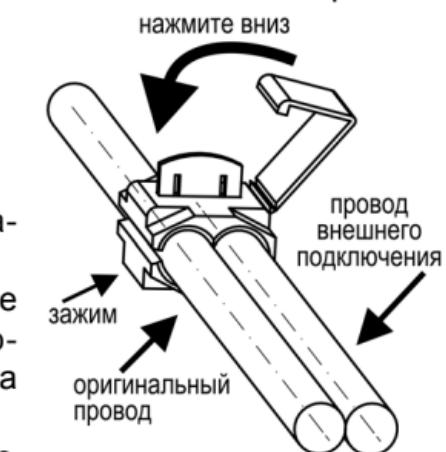

Рис. 6
ней подходят два заводских провода: розово-красный (указан стрелкой на Рис.5) и серый. Соедините зажимом (Рис.6) розовый провод из жгута "люкс" с розово-красным проводом.
1. Подключение сигнала расхода топлива (СРТ): Соедините зажимом (Рис.6) коричневый провод из жгута БК с серым проводом (контакт 6), колодки жгута системы зажигания ( колодка находится за комбинацией приборов);
2. Подключение датчика скорости автомобиля (ДСА): соедините зажимом (Рис.6) оранжевый провод из жгута БК с желто-черным проводом (контакт 5), колодки жгута системы зажигания ( колодка находится за комбинацией приборов).
провод «Сигнал ГБО» рекомендуем подключать одним из двух способов – либо к управляющему выводу клапана жидкой фазы или эмулятора форсунок (на этом выводе появляется +8...12 В при включении подачи газа), либо к управляющей кнопке (нужно найти в разъеме кнопки провод, на котором появляется +8...12 В при включении газа). Порог включения режима подсчёта параметров при работе автомобиля на газе в БК составляет +6 В. Если напряжение на входе «Сигнал ГБО» 0...+5 В, то БК переходит в режим подсчёта параметров при работе автомобиля на бензине. Соедините провода зажимом (рис.6) с соответствующим проводом в жгуте БК.